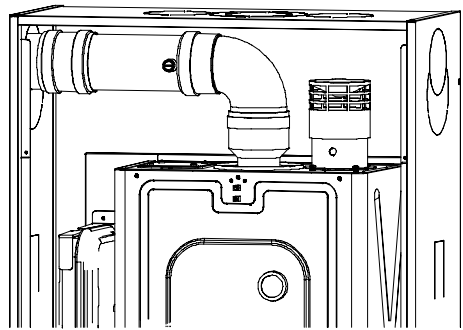

fig. 5.7
**Se l'aspirazione dell'aria comburente è effettuata direttamente nel cassone (sistema evacuazione fumi sdoppiato) installare il tronchetto di tubo in aspirazione caldaia e la griglia di aspirazione contenuta nel kit (fig. 5.7)**